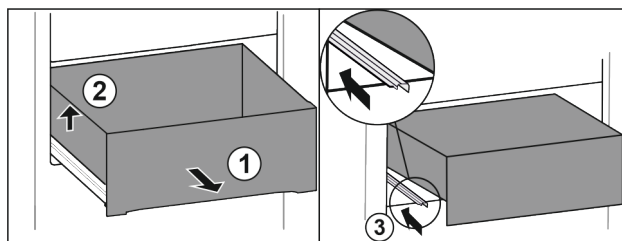

Fig. 127
- Estrarre il cassetto fino all'arresto. Fig. 127 (1)
- Sollevare il cassetto a sinistra. Fig. 127 (2)
- Inserire la guida sinistra. Fig. 127 (3)